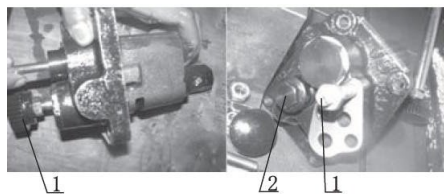

Fig.4-29 (2) conjunto distribuidor:
O botão de velocidade de descida ①F (ver fig. 4-29 (1)) serve para ajustar a velocidade de descida do implemento agrícola e travar o mesmo na posição necessária. Girar o botão ①F no sentido horário pode acelerar o abaixamento do implemento agrícola e girar o mesmo no sentido anti-horário pode desacelerar a velocidade de descida. O botão depois de operado pode funcionar como bloqueio hidráulico. Depois que o implemento agrícola subir até a posição necessária, gire o botão no sentido anti-horário até o final. Posição para travar o implemento agrícola na altura desejada. Assim, o implemento agrícola não pode abaixar ou levantar mesmo se você mover a alavanca de controle.
Fig. 4-29 (1) botão para controlar a velocidade de descida. Acelerando o abaixamento do implemento agrícola (sentido horário). Desacelerando o abaixamento do implemento agrícola (sentido anti-horário)